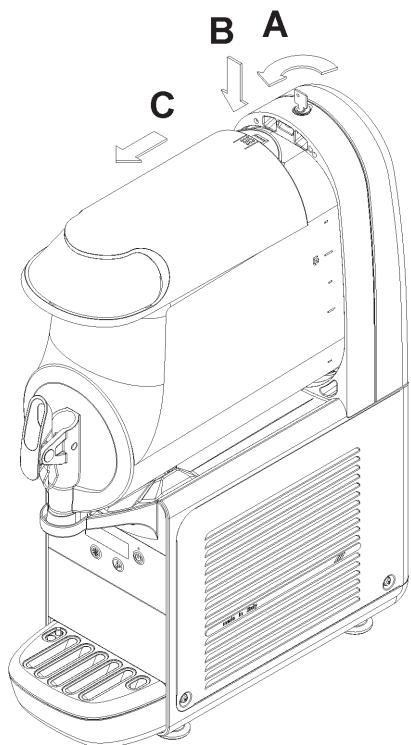

figura 6
- 1 Para quitar la tapa del recipiente, pulsar la tecla superior B y deslizar la tapa C hacia la parte anterior del recipiente. Si la máquina dispone de cerradura para el cierre de seguridad de la tapa A, girar la llave en el sentido contrario al de las agujas del reloj y desbloquear la tecla de apertura (ver figura 6).